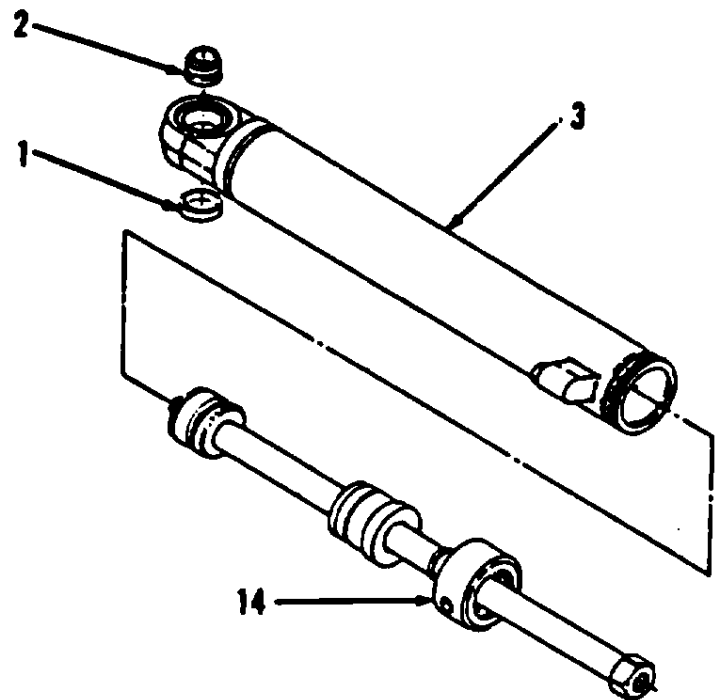

Figure 15-1.
11. Install cylinder (3, Figure 15-1).